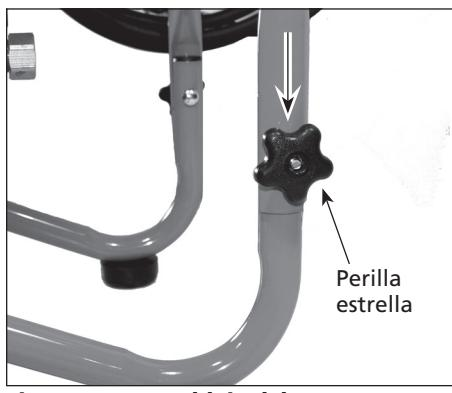

Figura 1 – Ensamblaje del mango
- Deslice el ensamble del mango sobre las patas inferiores de la base del carro. Utilice la perilla estrella y el perno para asegurar las patas. Vea la Figura 1.